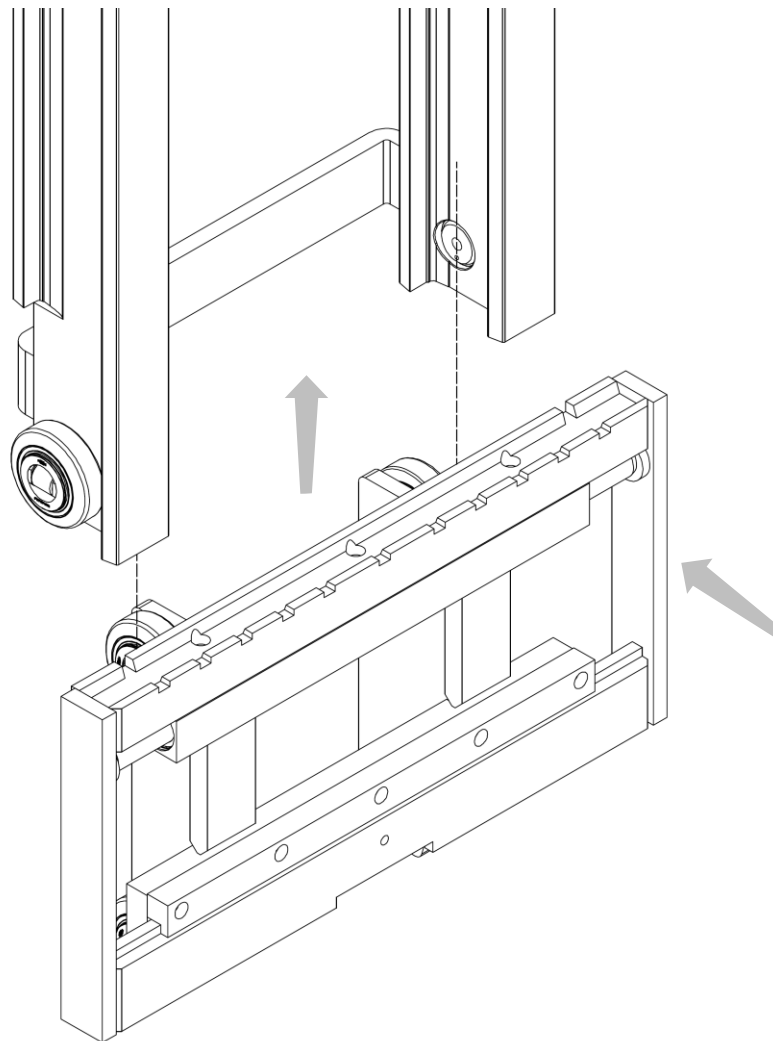

Figura 8
15. Instale el equipo en el mastil insertando los rodillos en las guías de deslizamiento correspondientes y sujete las cadenas en los orificios de los hombros de acuerdo con los métodos indicados por el fabricante del mastil (mira *Figura 8*)